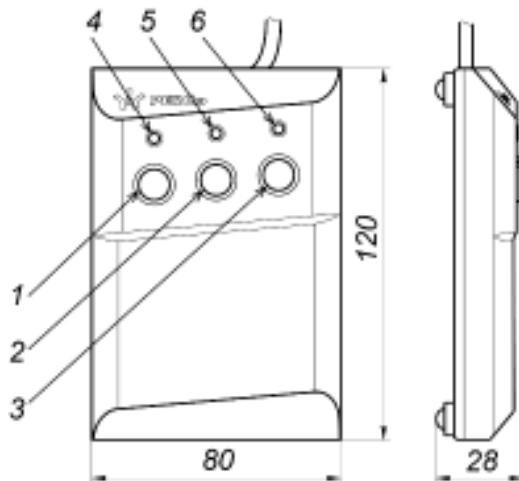
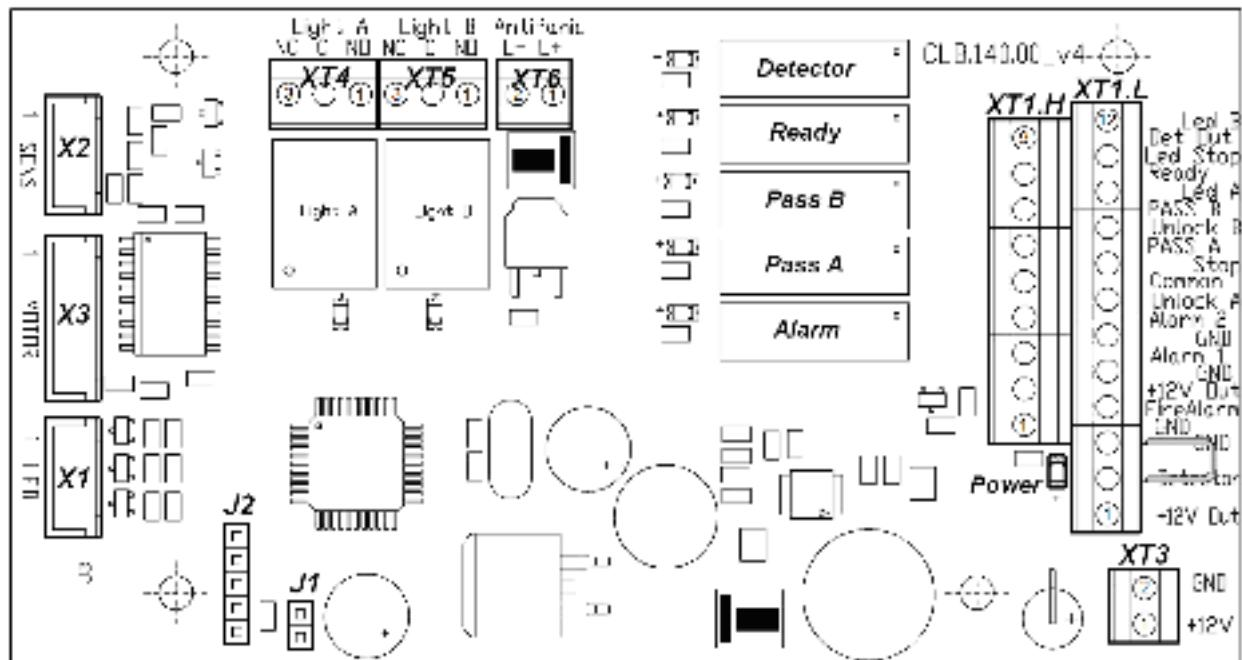

Рисунок 4. Общий вид и габаритные размеры ПДУ
Рисунок 5. Внешний вид платы управления
ПДУ (11) выполнен в виде небольшого настольного прибора в корпусе из ударопрочного АБС-пластика и предназначен для задания и индикации режимов работы при ручном управлении турникета. ПДУ подключается к плате управления гибким многожильным кабелем (12) через клеммную колодку **XT1.L** (см. рис. 5). Общий вид ПДУ показан на рис. 4.
Внутри стойки расположен кронштейн с установленной платой управления (см. рис. 5) и клеммами для подключения внешних устройств. К плате подключаются ПДУ, выходы СКУД, устройство РУ (при его использовании), устройство аварийного открытия прохода *Fire Alarm* (далее – *устройство Fire Alarm*). На клеммы подключения внешних устройств выведены линии подключения источника питания, линии управления механизмом картоприемника, линии сигналов считывателей. Подключение внешних устройств производится в соответствии со схемой электрических соединений турникета (см. рис. 14).
На плате управления (см. рис. 5) расположены:
Выбор режима управления осуществляется снятием / установкой перемычки на разъеме **J1** платы управления. Расположение разъема **J1** показано на рис. 5. При поставке перемычки установлена, что соответствует импульсному режиму управления турникетом. Для перехода в потенциальный режим управления снимите перемычку. Изменение режима управления произойдет после включения турникета.
Факт подачи напряжения на обмотку реле можно определить по загоранию соответствующего красного светодиода, установленного на плате управления вблизи соответствующего реле (см. рис. 5).